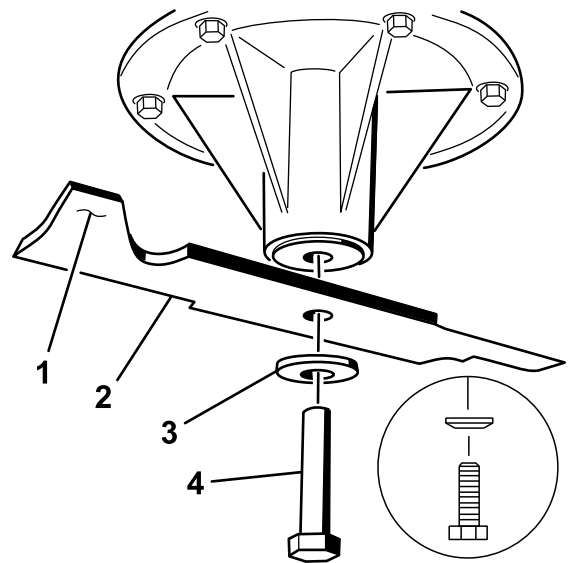

Bild 94
Hinweis: Wenn das Schnittmesser in seiner horizontalen Position bleibt, ist es ausgewuchtet und kann wiederverwendet werden. Feilen Sie, wenn das Schnittmesser nicht ausgewuchtet ist, vom Flügelbereich des Messers etwas Metall ab (Bild 94). Wiederholen Sie diesen Vorgang, bis das Messer ausgewuchtet ist.
1. Setzen Sie das Messer auf die Spindelwelle (Bild 94).
Hinweis: Der Konus der Federscheibe muss bei der Installation in Richtung Schraubenkopf zeigen (Bild 94). Ziehen Sie die Messerschraube mit 115-150 Nm an.